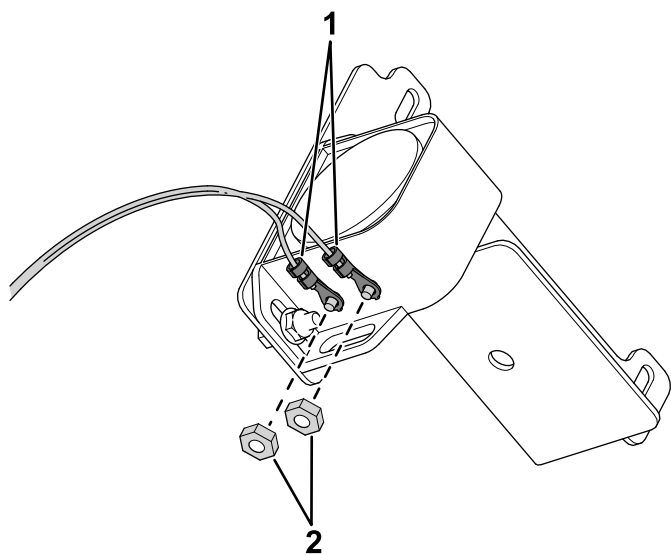

Figura 2
2. Utilizzate i dadi presenti sull'allarme per fissare i terminali ad anello del cablaggio preassemblato all'allarme (Figura 2).